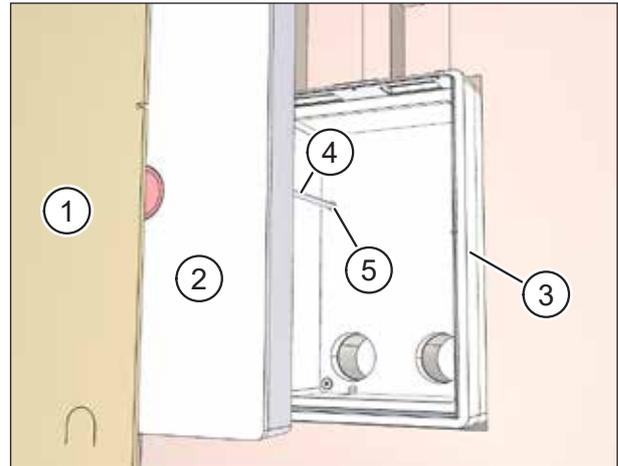

Abb. 22: Mauerkasten einsetzen
- ▶ Entfernen Sie den Putzschutzdeckel (Pos. 1 in Abb. 22) und den Schutzdeckel (Pos. 2 in Abb. 22) vom Mauerkasten (Pos. 3 in Abb. 22).
- ▶ Fädeln Sie das Netzkabel und ggf. das Steuerkabel (Pos. 4 in Abb. 22) durch den Kabeleinlass im Mauerkasten (Pos. 5 in Abb. 22).
- ▶ Schieben Sie den Mauerkasten (Pos. 3 in Abb. 22) vollständig in den Mauerdurchbruch.
- ▶ Kontrollieren Sie, dass der Schutzdeckel (Pos. 1 in Abb. 22 auf Seite 28) vor dem Einschäumen eingesetzt ist.